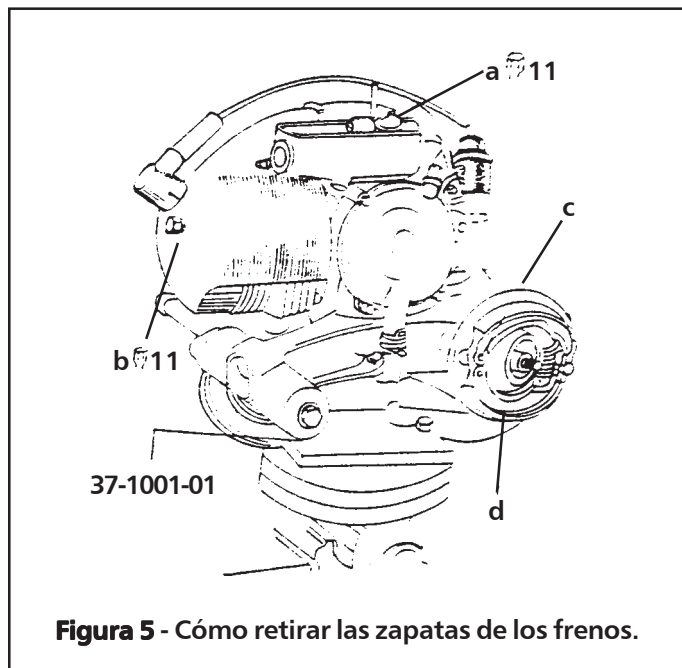

Figura 5 - Cómo retirar las zapatas de los frenos.
2. Utilizando una llave de tubos de 11 mm retire los dos pernos que fijan el carburador al cárter (ver «a» en la **figura 5**)
- b) Utilizando una llave de tubo de 11 mm, retire el perno «b» (ver figura 5) y retire la cubierta.